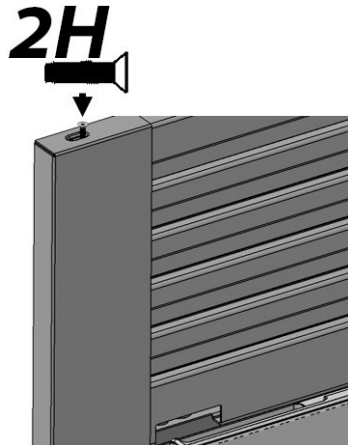

Fig. 16
- b. Ajuste los tornillos 2H a la moldura superior (Fig. 16) y repita el procedimiento para el lado derecho.